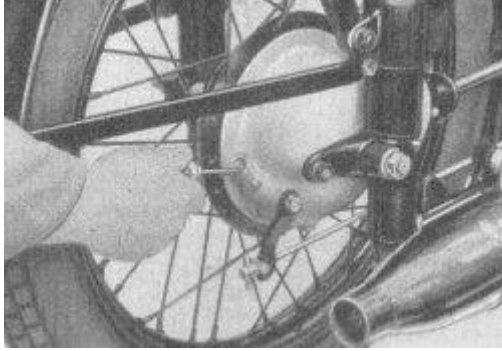

Bild 39. Ölstand im Hinterradantrieb prüfen
- ob der Ölstand im Hinterradantrieb zwischen den Marken des Ölmesstabes steht (**Bild 39**),